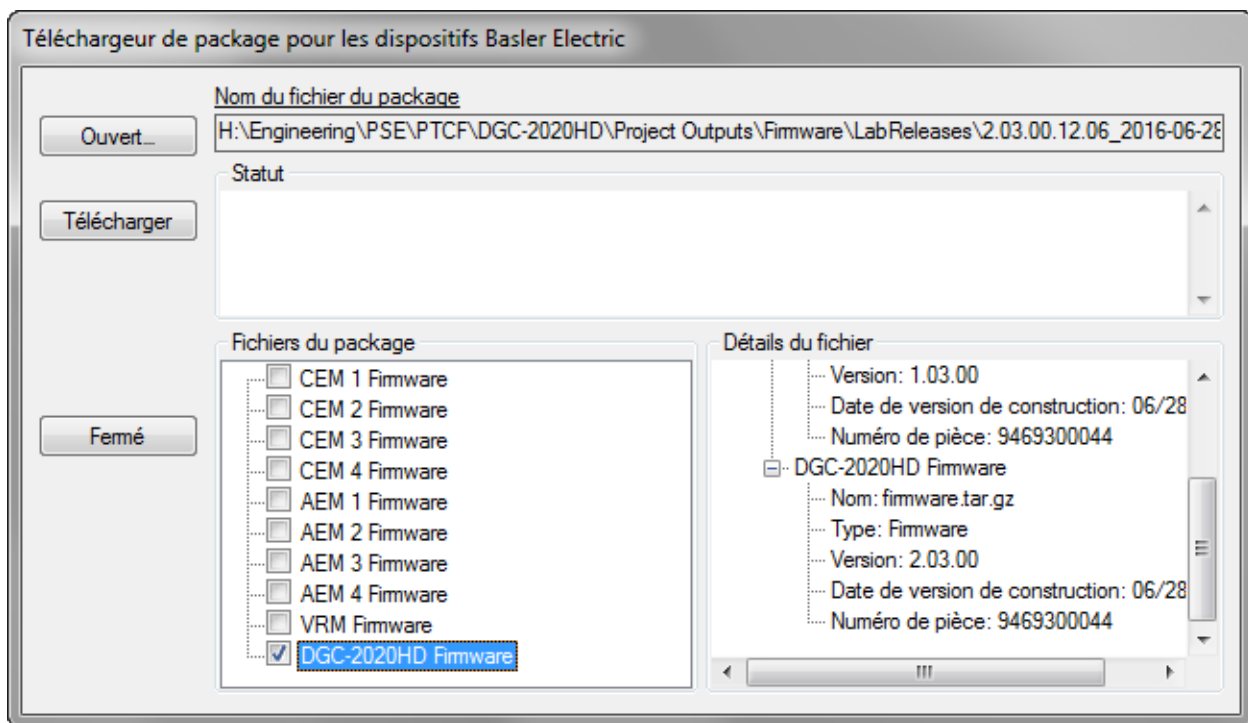

Figure 1-3. Téléchargeur de package pour les dispositifs Basler Electric
7. Lorsque l'écran Téléchargeur de package pour les dispositifs Basler Electric (Figure 1-3) apparaît, cliquez sur le bouton Ouvrir pour naviguer jusqu'au package de dispositif reçu de Basler Electric. Vous trouverez une liste des paquets (Fichiers du package) ainsi que des détails concernant les fichiers (Détails du fichier). Mettez une croix dans les cases situées à côté des fichiers que vous désirez télécharger.